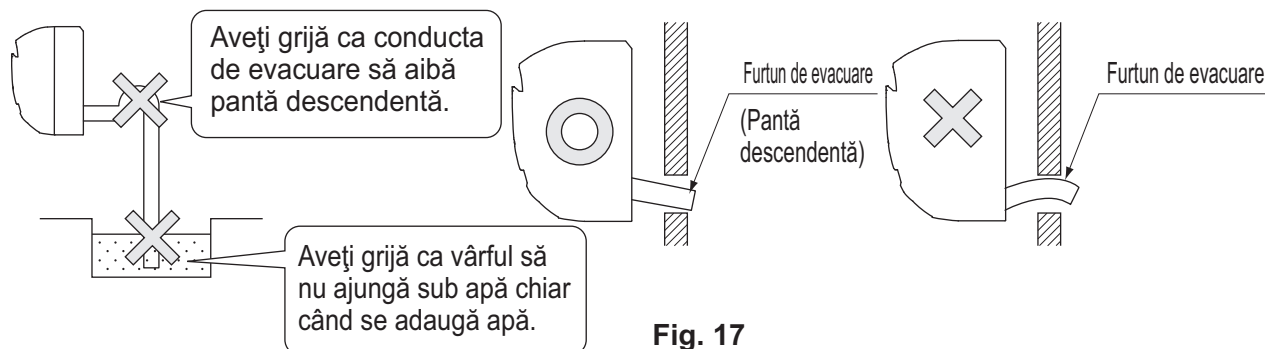

Fig. 17
(1) Instalați tubulatura de evacuare. (Consultați Fig. 17)